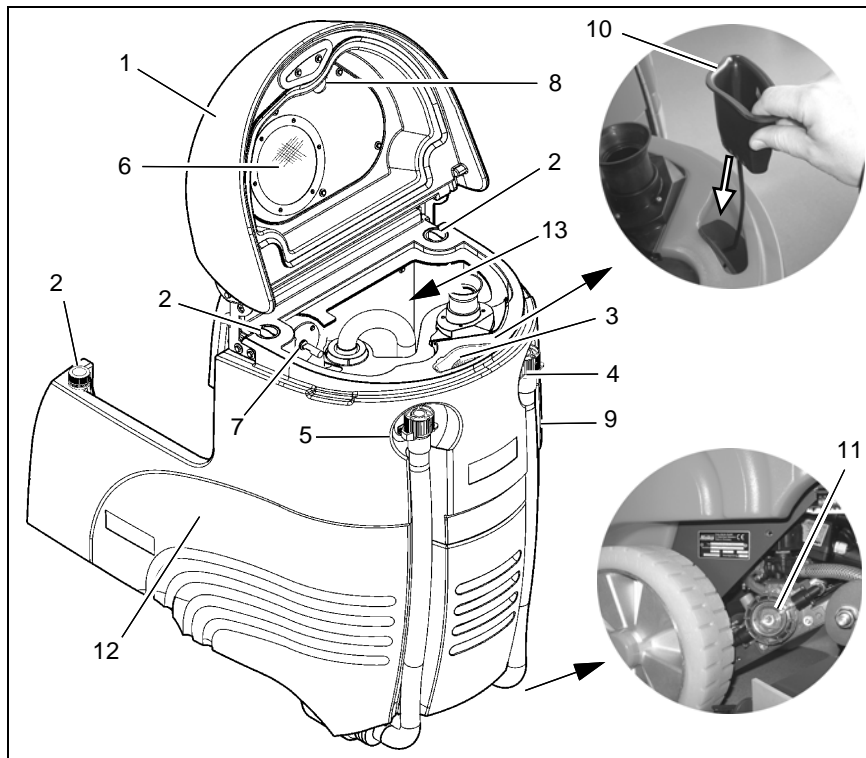

fig. 24
Placer le véhicule de sorte que le flexible d'évacuation (fig. 24/4) se trouve au-dessus d'un écoulement dans le sol. Retirer le flexible d'évacuation de sa fixation et ouvrir le capuchon en tournant en sens antihoraire.
Pour nettoyer le réservoir d'eau propre (fig. 24/12), utiliser les ouvertures d'entretien (fig. 24/2).
Nettoyer le tamis filtrant (fig. 24/6) en introduisant un tuyau dans l'orifice (fig. 24/8) et en le rinçant.
Contrôler chaque semaine le filtre d'eau propre (fig. 24/11) et, en cas de besoin, le nettoyer ou le remplacer.
Nettoyer le réservoir d'eau sale (fig. 24/13) quotidiennement ou en cas de besoin.
1. Ouvrir le couvercle du réservoir (fig. 24/1) au niveau du réservoir d'eau sale.
2. Retirer le flexible d'évacuation (fig. 24/5) de sa fixation et vider entièrement le réservoir d'eau sale.
Vider et rincer scrupuleusement le réservoir d'eau sale après son nettoyage. Rincer également l'interrupteur à flotteur (fig. 24/7). Nettoyer régulièrement le capuchon du flexible d'évacuation. Au besoin, graisser légèrement le joint torique.